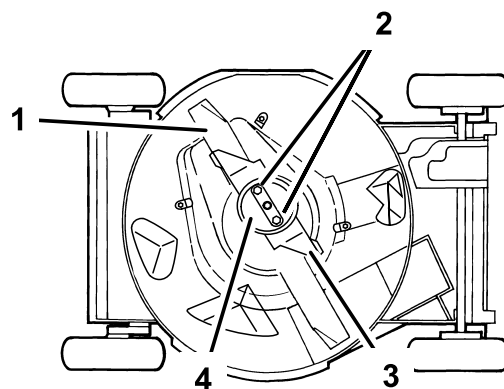

Figura 34
4. Vuelque el cortacésped hacia su lado **derecho** (Figura 34).
Sujete el extremo de la cuchilla usando un paño o un guante grueso. Retire las tuercas de la cuchilla, el protector de césped, el acelerador y la cuchilla (Figura 34).
5. Retire las 2 tuercas de la cuchilla, el protector de césped, el acelerador y la cuchilla (Figura 34).